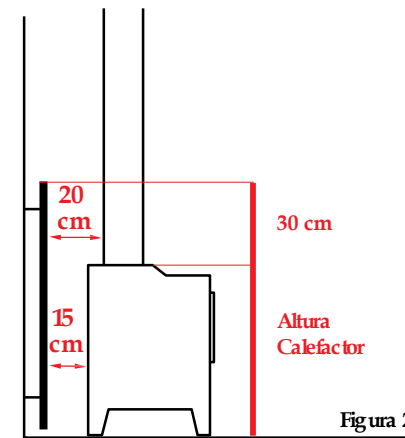

Figura 2
- En su parte posterior, deben respetarse 20 cm. hasta la pared. Para acercarla más, o si esa pared es de material combustible es necesario protegerla con una plancha metálica o de material incombustible que sea 10 cm más ancho que el calefactor, 30 cm más alto, levantado del suelo 10 cm. y separada de la pared 3 cm para permitir la circulación de aire. (Figura 2)